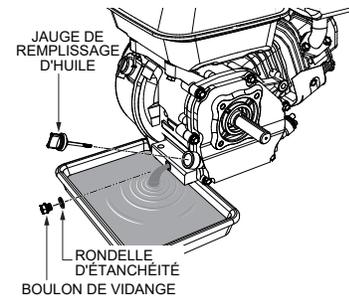

Figure 29. Huile moteur (vidange)
1. Vidangez l'huile moteur lorsqu'elle est chaude, comme indiqué à la Figure 29.